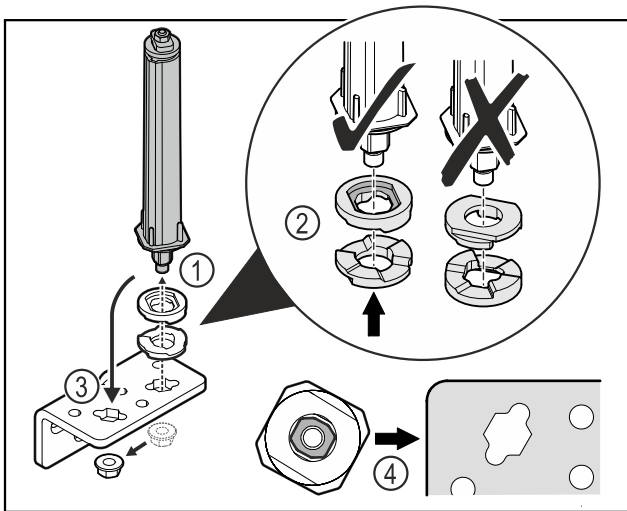

Fig. 40
- ▶ Отпустите гайку и демонтируйте систему закрытия двери Fig. 40 (1).
- ▶ Учитывайте правильность выравнивания шайб для регулировки высоты Fig. 40 (2).
- ▶ Переставьте систему закрытия двери в шарнирный уголок и зафиксируйте гайкой Fig. 40 (3).
- ▶ При установке учитывайте правильность выравнивания системы закрытия двери Fig. 40 (4).